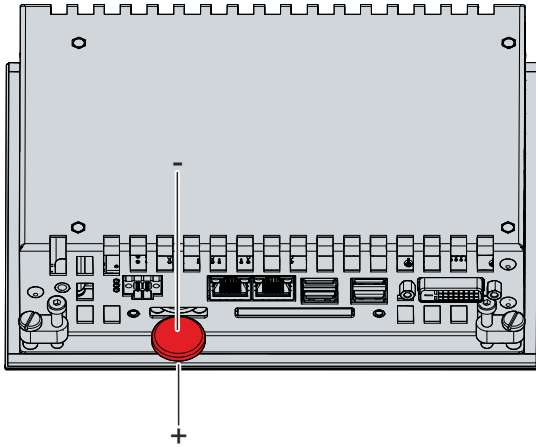

Abb. 22: Austausch Batterie
2. Stecken Sie die neue Batterie per Hand in den PC. Achten Sie dabei auf die richtige Polung wie in Abbildung 22 dargestellt.